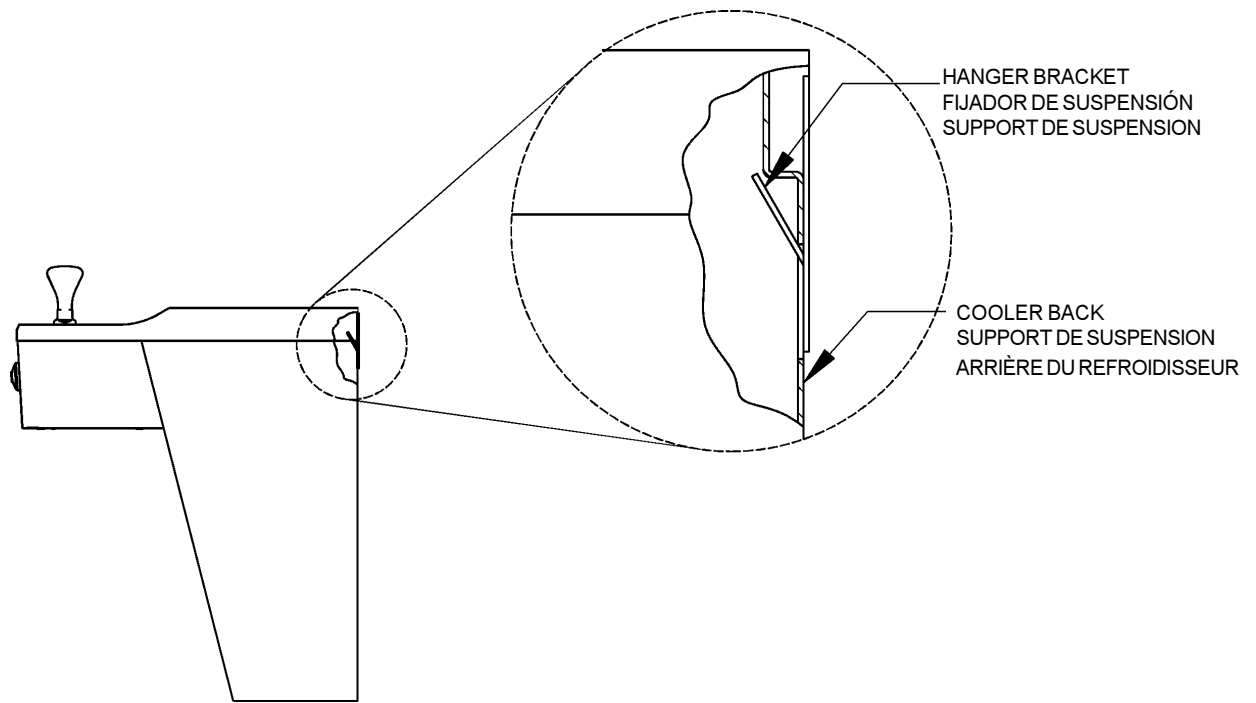

FIG. 4
- 4) Hang the cooler on the hanger bracket. Be certain the hanger bracket is engaged properly in the slots on the cooler back as shown in Fig. 4.
- 5) Loosen the two (2) screws holding the lower front panel at the bottom of cooler base and two (2) screws at the top. Remove the front panel and set aside.
- 4) Installez le refroidisseur sur les supports en vous assurant que ceux-ci sont bien installés dans les fentes à l'arrière du refroidisseur tel qu'indiqué à la figure 4.
- 5) Dégagez les deux (2) vis retenant le panneau inférieur avant au bas de la base du refroidisseur ainsi que deux (2) vis sur le dessus. Retirez le panneau avant et mettez-le de côté.